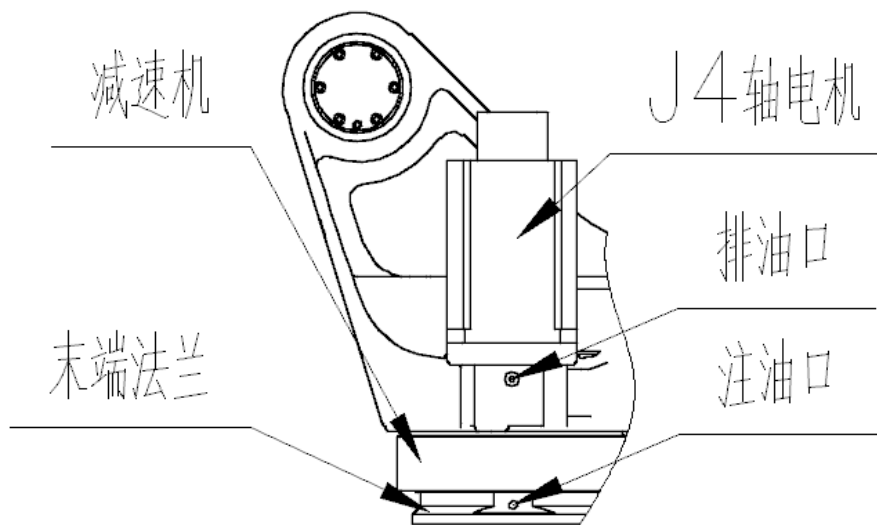

图 14 J4 轴局部结构
#### (1) 油脂补充步骤（参考图 14）
- ④ 安装排油口堵塞前，运动 J4 轴若干分钟，使多余的油脂及空气从排油口排出；
- ⑤ 用布擦净从排油口排出的多余的油脂，在排油口安装堵塞。堵塞的螺纹处要缠生胶带并用扳手拧紧。
## (2) 油脂更换步骤（参考图 14）